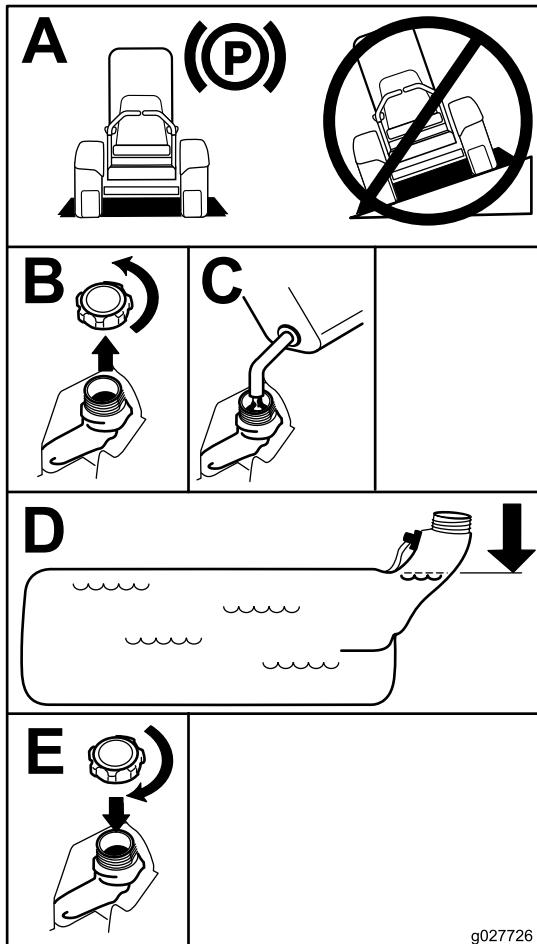

Figure 7
- Remplissez le réservoir de carburant jusqu'à ce que la jauge indique qu'il est plein (Figure 7).